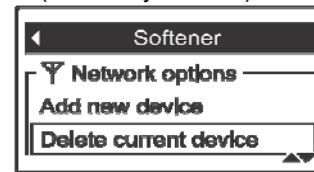

РИС. 125
3. Нажать кнопку ВНИЗ (▼) и прокрутить опции меню до подсветки надписи в рамке **Удалить текущее устройство** (См. Рисунок 125).